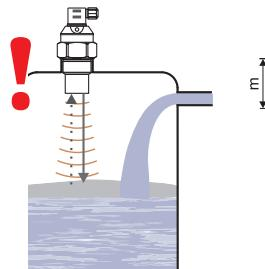

Рис. 5: Густая пена на поверхности
- При заполнении, смещивании и других процессах на поверхности измеряемой жидкости может возникать пена. Густая пена сильно поглощает ультразвуковой сигнал и может сделать невозможной правильную работу измерителя уровня (рис. 5). В этих случаях необходимо предварительно испытать измеритель уровня или обратиться к производителю.